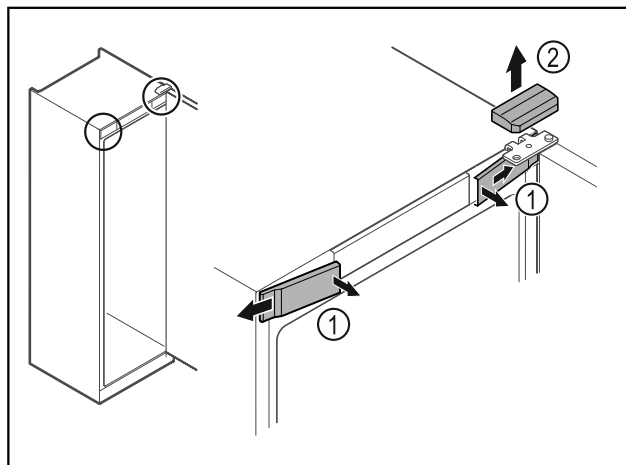

Fig. 17
- ▶ Pattintsa ki belül az elülső burkolatokat Fig. 17 (1), és tegye félre.
- ▶ Vegye le felfelé a felső burkolatot Fig. 17 (2).